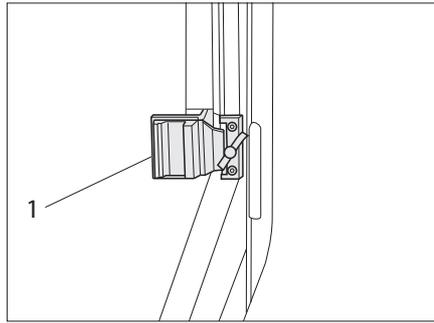

Bild 47 Schiebefenster mit Schiebeverriegelung
- Verriegelungsknopf (Bild 47,1) in vertikale Position drehen.
- Griff (Bild 47,2) drücken und gleichzeitig nach vorne oder hinten schieben.